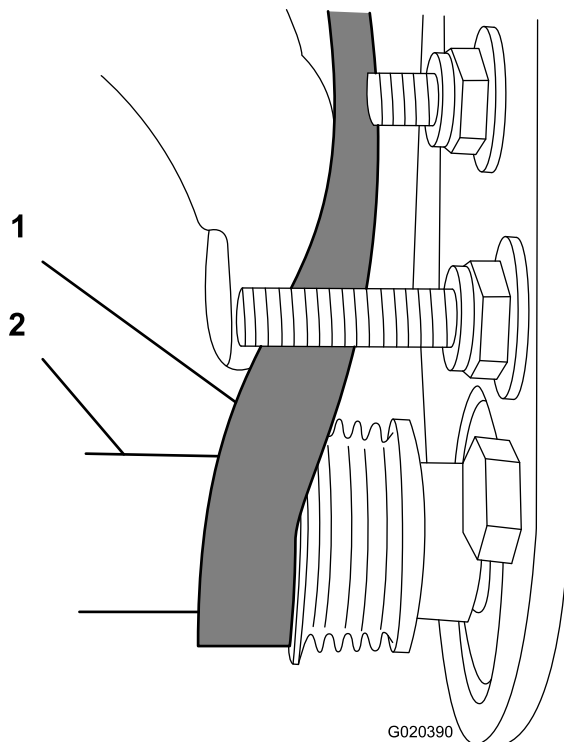

**Figura 24**
- A. Avvolgete la cinghia intorno alla puleggia motrice successivamente intorno alla parte superiore della puleggia tendicinghia (Figura 24).
- B. Avviate la cinghia sulla **puleggia** condotta (Figura 24).